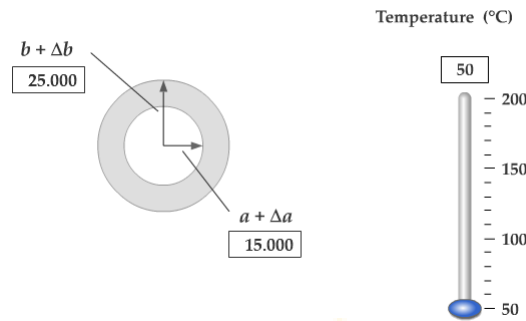

Figura 3: Termómetro y Anillo
2. Es necesario identificar los parámetros con los que se trabajará, en la parte derecha de la figura 3 se puede observar un termómetro, con él es posible fijar la temperatura final, la cual se encontrará entre 50°C y 200°C
A la izquierda de la figura 3 se puede observar un anillo. Este anillo mostrará la expansión que presentará el material. Cuenta con un radio interno a y un radio total b .